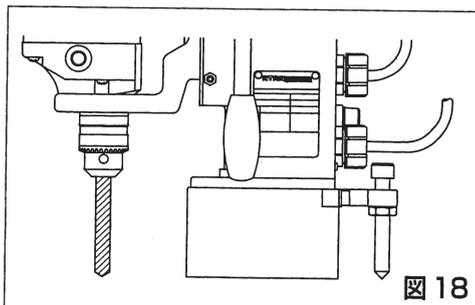

図 18
- スタビライザはマグネットの吸着力を有効に使う役目をします。マグネットONにしてから被加工物に密着するよう調整してください。この時スタビライザを出しすぎてマグネットが浮き上がらないよう注意してください。(図18)